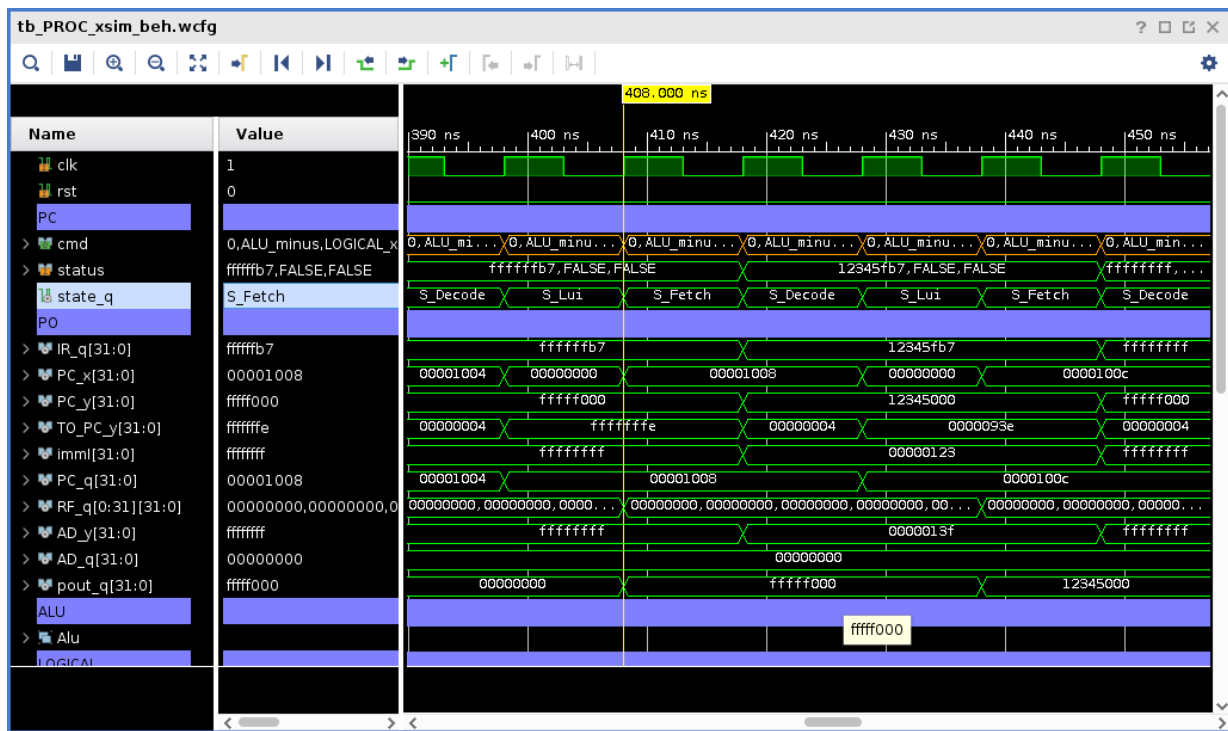

FIGURE 2 – Validation des résultats de l'instruction lui par simulation
- Validez les résultats de votre instruction (voir Figure 2). Observez les transitions de l'état `state_q` ainsi que la sortie `pout_q` (la même du RF₃₁)